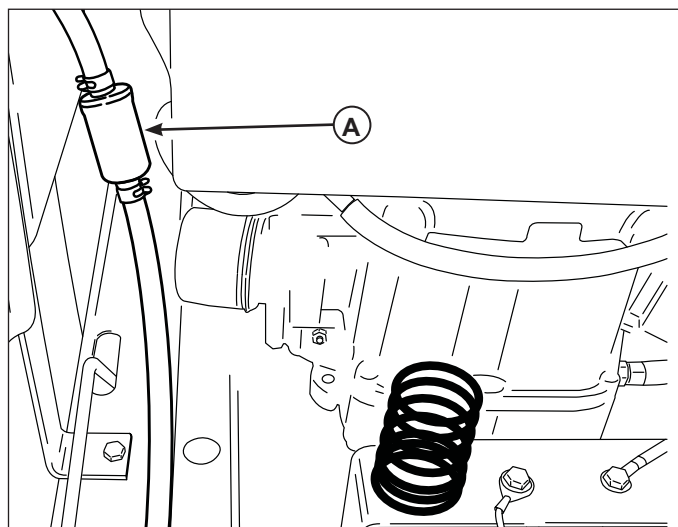

Figure 11. Remplacement du filtre de carburant (Vue de l'arrière du compartiment de batterie)
3. En utilisant des pinces, ouvrir et glisser les colliers de tuyau du filtre à carburant (A, figure 11).